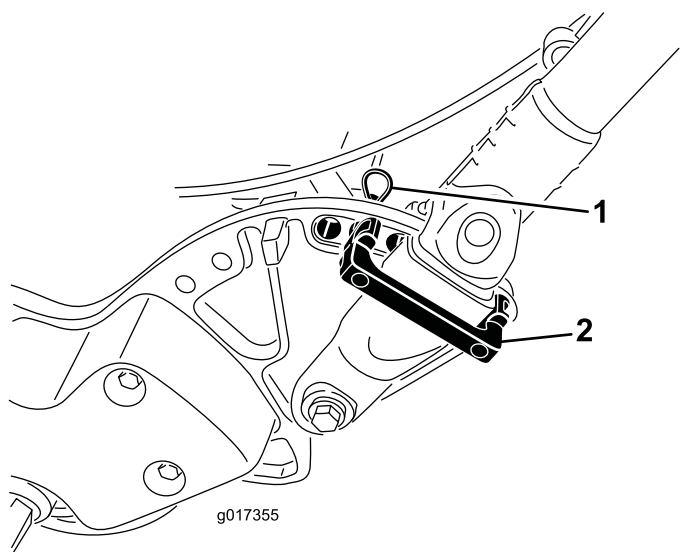

Figure 32
1. Retirez les goupilles fendues des dispositifs de maintien du guidon de chaque côté de la machine (Figure 32).
2. Soutenez le guidon, retirez les goupilles fendues de chaque côté et faites pivoter le guidon à la position voulue (Figure 32).